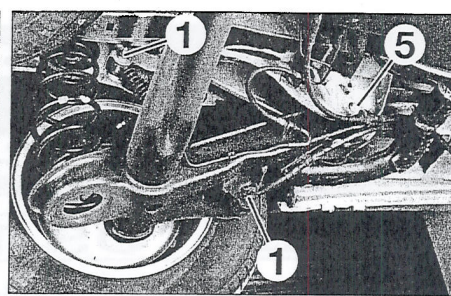

FIGURA 6-11
- Aflojar los tornillos de fijación de los amortiguadores (1) (figura 6-11).
• Desmontar los tornillos de fijación del eje trasero (5) (figura 6-11).